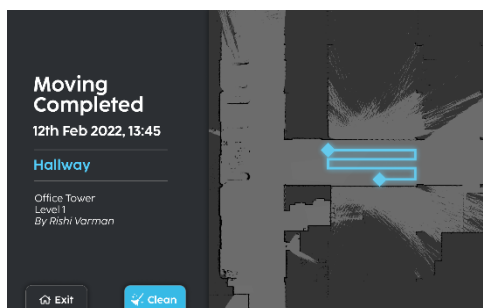

Fig. 5
5. Na voltooiing van de missie toont de app een voltooiingspagina (fig. 5).